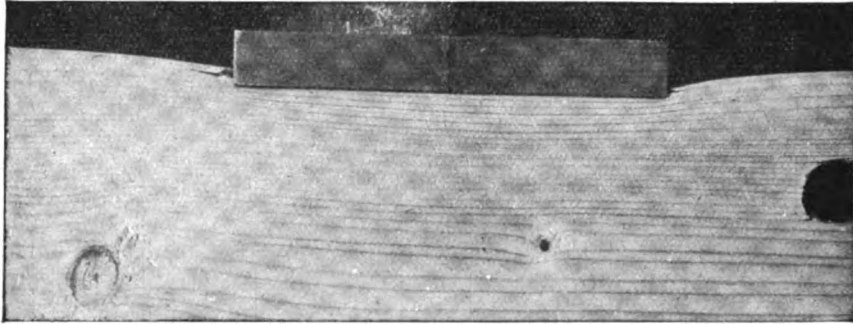

Abb. 4. Belastung eines Balkens durch eine Eisenplatte. Nähere Erläuterung gibt der Text.
von 20,2 bzw. 28,4 kg pro qcm ließ sich das Holz des zusammenhängenden Balkens ebenso weit zusammenpressen, wie der Würfel aus demselben Holz. Die Gründe für die wesentlich größere Festigkeit des Balkens gegenüber dem Würfel verdeutlicht die Abb. 4,*) die zeigt, wie die umliegenden Partien des Balkens an dem Widerstand gegen die Zusammendrückung teilnehmen.
*) Die Abbildung 4 wurde mit Erlaubnis der Verlagshandlung Julius Springer, Berlin, der Zeitschrift „Der Bauingenieur“, Jahrgang 1921 S. 499 entnommen.